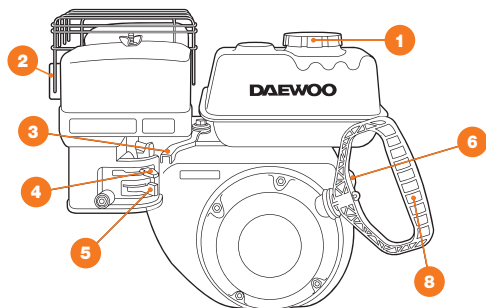

Рис. 2
- Откройте крышку топливной заливной горловины (рис. 2 поз. 1).